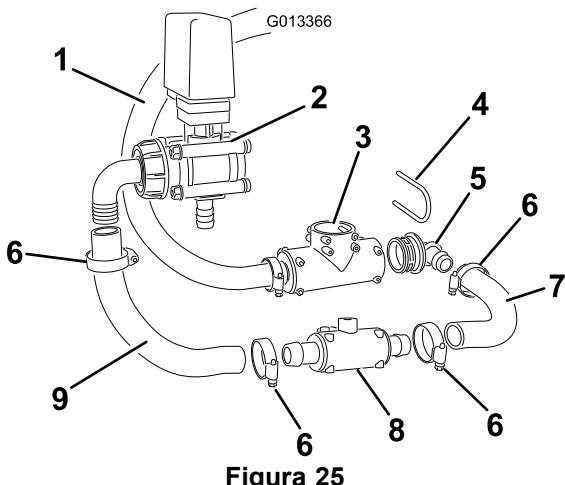

Figura 25
16. Introduzca un acoplamiento en T S67 de 90 grados en el extremo derecho del acoplamiento en T S67 (antes, manguera de alimentación del brazo) según se muestra en Figura 25. Usando el primer trozo de manguera cortado a 28 cm, aplique jabón líquido al acoplamiento y a la manguera. Deslice la manguera sobre el acoplamiento hasta que haga tope. Sujete con la abrazadera.
17. Usando el segundo trozo de manguera corta, cortado a 11 pulgadas (28 cm), aplique jabón líquido en la manguera y en el acoplamiento (Figura 25). Deslícela sobre la válvula de agitación hasta que haga tope. Sujete con la abrazadera.
18. Coloque abrazaderas en ambos extremos de la manguera más corta instalada. Usando el acoplamiento en T, conecte las dos mangueras deslizando el extremo de cada manguera sobre los acoplamientos dentados S53 (Figura 25). Sujete con abrazaderas.